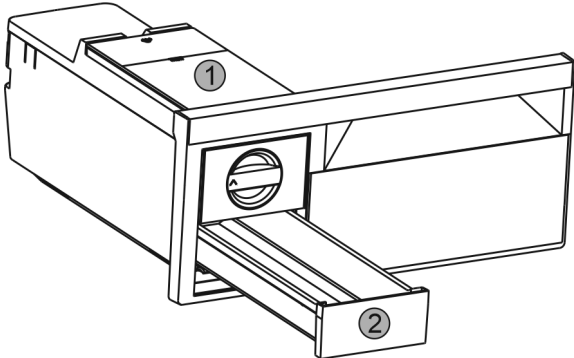

Fig. 38
- ▶ Retirar el depósito de agua Fig. 38 (1) y el cajón de cubitos de hielo Fig. 38 (2).